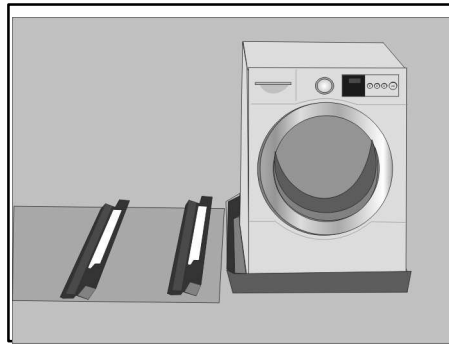

Figure 5
Glissez un support sous l'appareil afin de l'élever à environ 1 1/2 à 2 po du sol (voir la **Figure 5**).
**Conseil pratique :** placez les deux protecteurs de coins de l'appareil se trouvant dans l'emballage (voir la **Figure 5**)